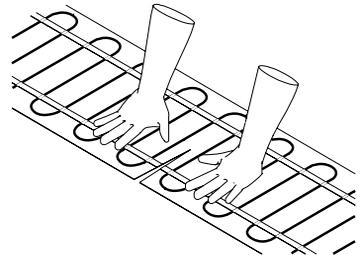

Figure 18
- Si des ondulations surviennent dans le treillis, pratiquer une entaille au centre de la partie ondulée du treillis et aplatir les bords (figure 18).